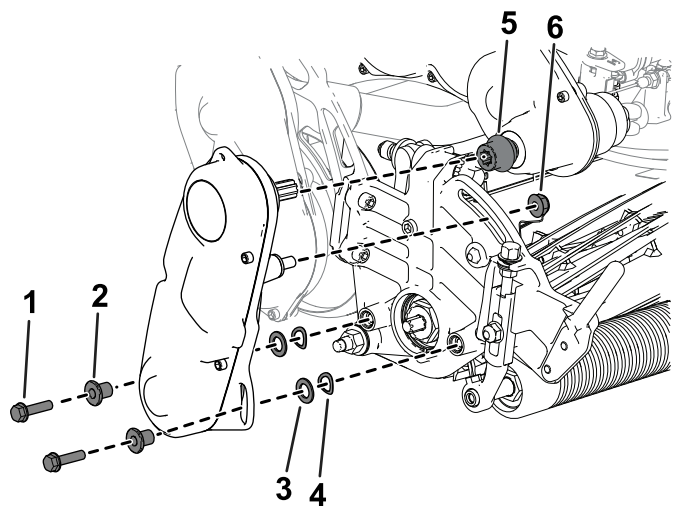

Figure 38
6. Fixez le système d'entraînement du cylindre à la plaque latérale de l'unité de coupe à l'aide des vis à tête creuse, des rondelles et des entretoises retirées précédemment (Figure 38).
Veillez à installer l'arbre d'entraînement du cylindre sur le coupleur de l'arbre d'entraînement de la transmission (Figure 38).